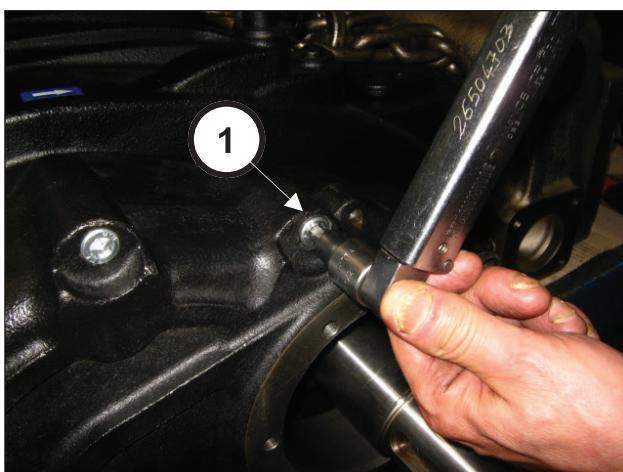
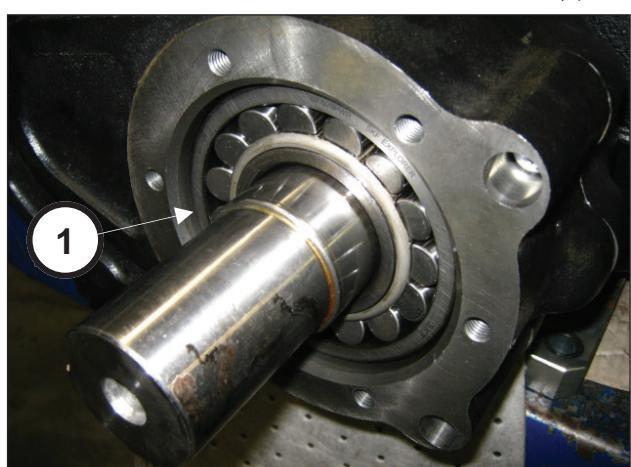

图75
图76
通过使用代号为27887000的工具（部件号①，图75），使轴承（部件号①，图76）达到止挡位置。